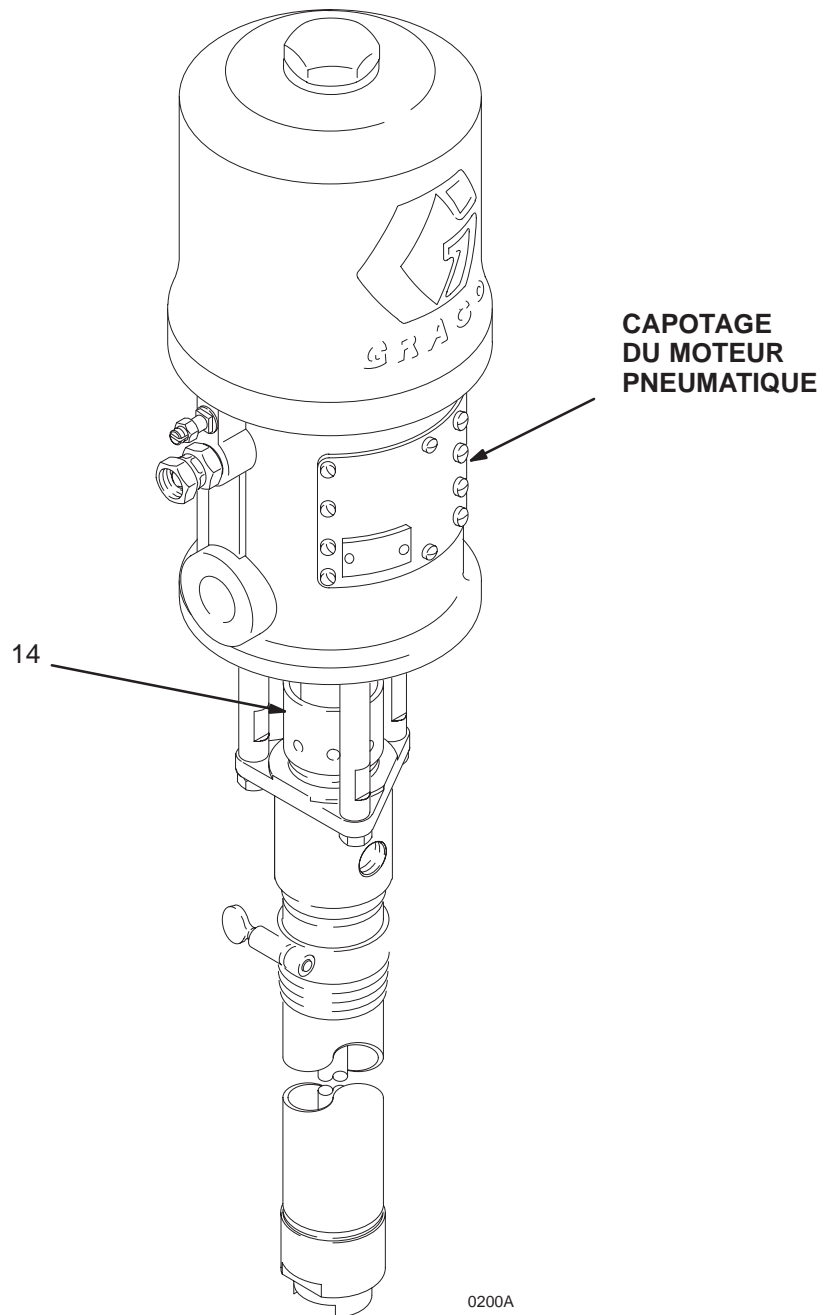

Fig. 2
Les pièces en mouvement peuvent pincer ou amputer les doigts ou d'autres parties du corps. Le piston du moteur pneumatique (placé derrière le capotage moteur) se déplace au moment de l'alimentation en air du moteur. Voir la Fig. 2. De ce fait, ne jamais faire fonctionner la pompe lorsque le capotage du moteur pneumatique a été démonté.
Laisser l'écrou/coupelle de presse-étoupe (14) rempli de liquide d'étanchéité Graco TSL ou d'un solvant compatible pour prolonger la durée de vie des joints. Régler le serrage de l'écrou chaque semaine de façon à ce qu'il soit suffisamment serré pour éviter les fuites; ne pas serrer excessivement. Voir Fig. 2. Toujours **relâcher la pression** avant d'ajuster l'écrou de presse-étoupe.